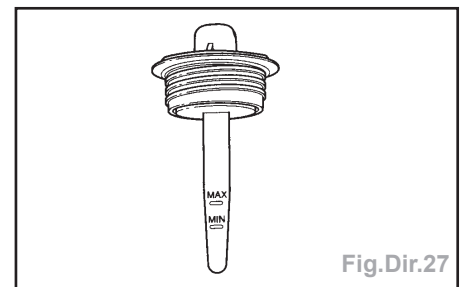

Fig.Dir.27
- Contrôler le niveau d'huile : il doit être compris entre les repères min, et max. (Fig.Dir.27).